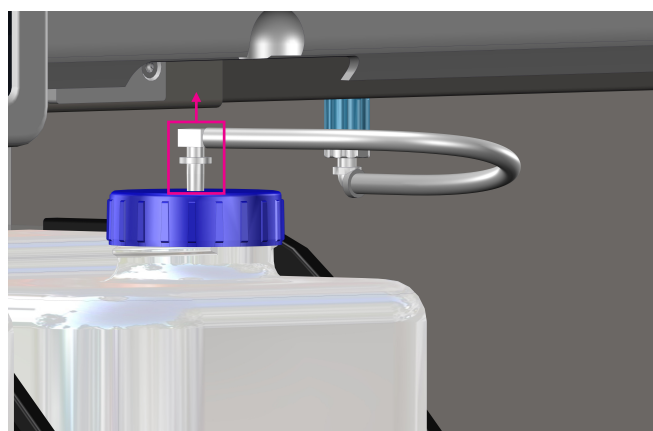

Рисунок 62
4. Отсоедините разъем Люэра от завинчивающейся крышки емкости iWASH PRO (рис. 62).